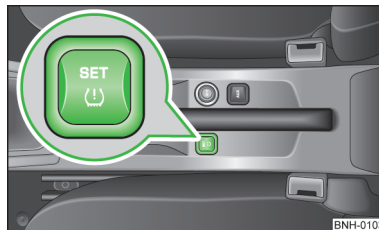

Fig. 109
- Pulsar la tecla **(SET ⚡)** » fig. 109 durante más de 2 segundos. Mientras se pulsa, se encenderá el testigo **(⚡)** en la tecla. Al mismo tiempo se borra la memoria del sistema y se inicia una nueva calibración, lo que se confirma con una señal acústica y el apagado del testigo **(⚡)**.